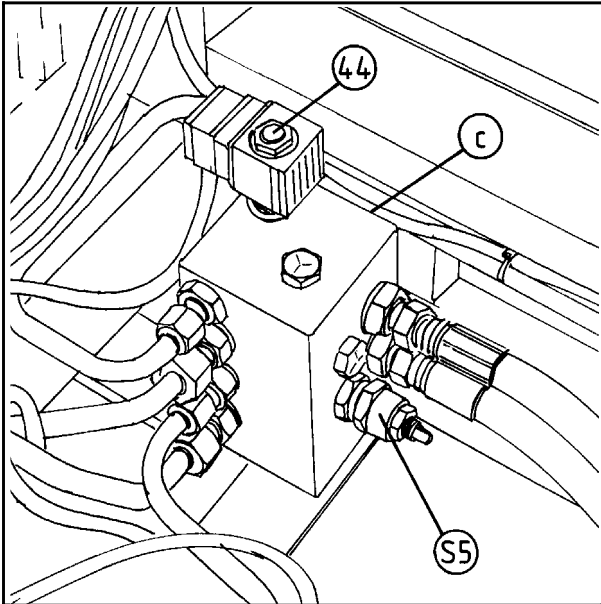

Fig. 14-6
**14.8** Ventilblokka på fig. 14-6 har påmontert tre ventiler:
- b)** Magnetventil, (44), som aktiveres når man kjører bredde ut.